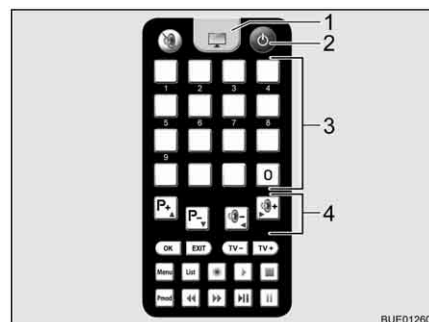

Bild 25 Fjärrstyrning TV-apparat
- Tryck på knappen "⏻" (Bild 25,2) på fjärrstyrningen till TV-apparaten. Systemet växlar till sökläge. En konstant signal ljuder.
- Tryck på TV-knappen (Bild 25,1) på fjärrstyrningen till TV-apparaten för att koppla om till TV-mottagning. Signalen tystnar. En bild visas på skärmen.
- Ställ in den önskade sändaren via lagringsknapparna (Bild 25,3) eller funktionsknapparna (Bild 25,4) på fjärrstyrningen till TV-apparaten.